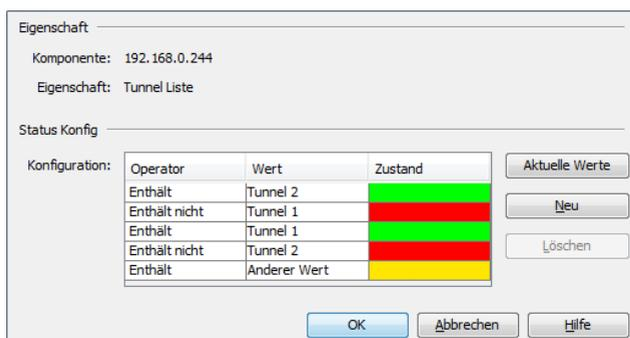

Abb. 30: Statuskonfiguration für `TXCare`-Tunnel
- Geben Sie die in (siehe Abbildung 30) angezeigten Werte ein.